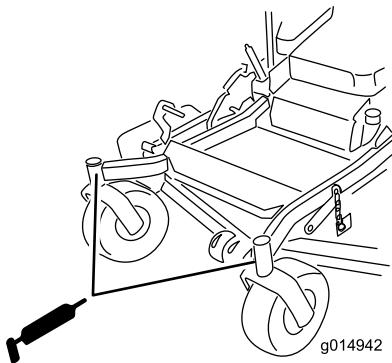

Figura 39
9. Instale el tapón hexagonal y la tapa (Figura 39).